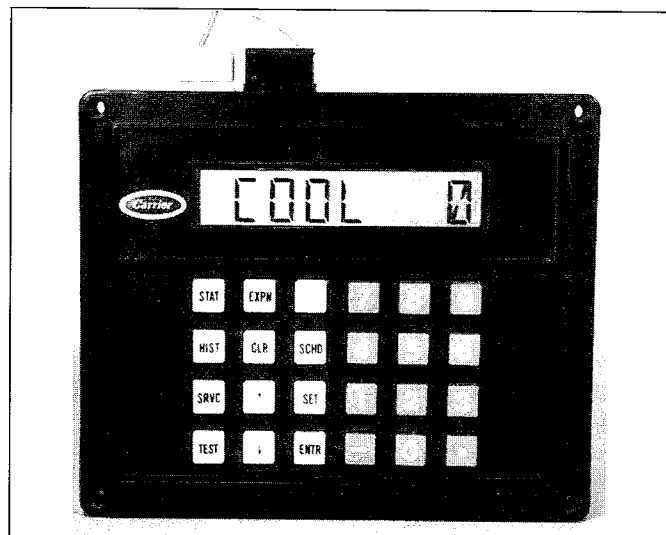

Fig. 21 HSIO module A2
e. Keyboard/display module (HSIO) (see fig. 21)